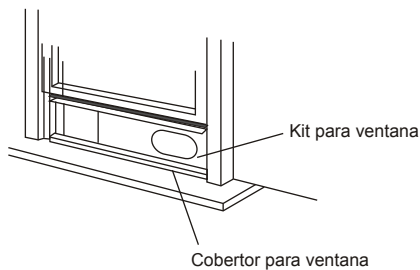

Imagen 10.
3. Corte el sello de espuma (tipo adhesivo) al largo apropiado y adjúntelo a la parte superior de la ventana. Como se muestra en la Imagen 10.